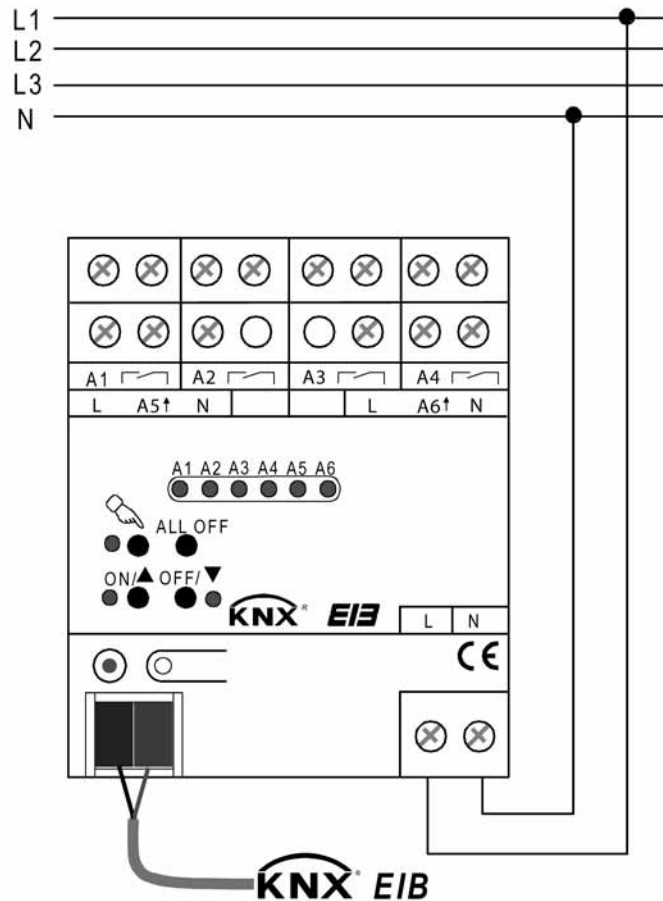

Bild 2: Elektrischer Anschluss der Netzspannungsversorgung
- Der Busanschluss (Standard-Busklemme) und der Anschluss der Netzspannungsversorgung ist gemäß Anschluss-Bild (siehe Bild 2) vorzunehmen.